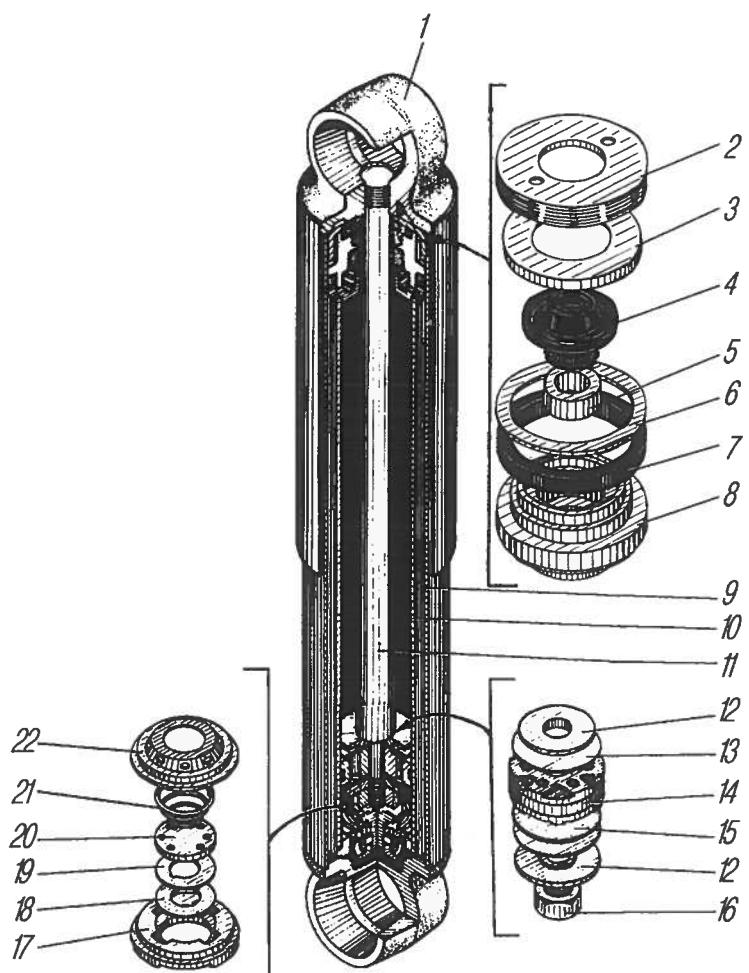

Рис. 41. Амортизатор:
**Гидравлические амортизаторы** (рис. 41) предназначены для гашения колебаний, возникающих в результате упругих деформаций элементов подвески автомобиля при движении по неровной дороге. Принцип действия гидравлических амортизаторов заключается в следующем. При относительных перемещениях подрессоренных и неподрессоренных частей автомобиля имеющаяся в амортизаторе жидкость, перетекая из одной его полости в другую через небольшие отверстия, оказывает сопротивление вертикальному перемещению штока и гасит колебания автомобиля.
При появлении течи рабочей жидкости из амортизатора подтянуть гайку 2 (см.рис. 41). При растяжении и сжатии амортизатор должен оказывать равномерное сопротивление. Усилие нового амортизатора при ходе отбоя должно быть в пределах — 5,95-8,05 кН (595-805 кгс), а при ходе сжатия — 1,52-2,28 кН (152-228 кгс); уменьшение усилий сжатия и отбоя в процессе эксплуатации более чем на 25 % не допускается, усилие проверяется на прессе с ходом штока 100 мм и частотой 100 ходов в минуту. Свободное перемещение штока амортизатора указывает на его неисправность.